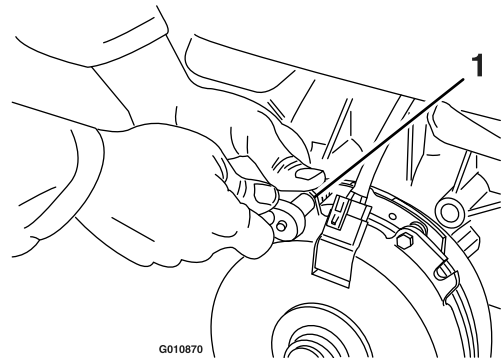

Figura 57
- A. Desaperte ambos os parafusos de montagem do travão meia para uma volta, como se mostra na **Figura 57**.